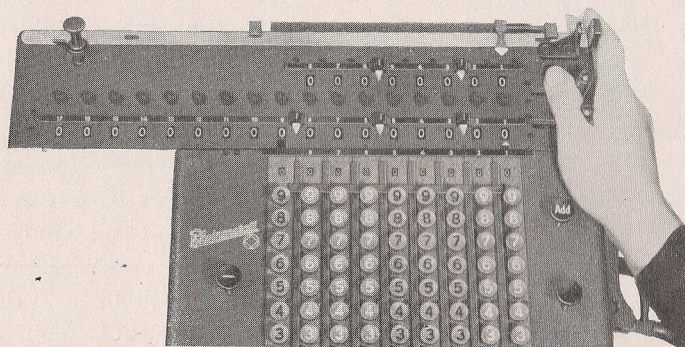

Abbildung 2
Löschriff (Bild 2) gleich das Verschieben der Zählwerke mittels des Griffes (17) in die Grund- oder Divisionsstellung erfolgen.
Maschine in Grundstellung bringen. (Siehe Abb. 2). Man überzeuge sich, ob alle Werke auf Null stehen. Wie bei einer Addition auf dem Papier ist auch hier genau zu beachten, daß Einer unter Einer, Zehner unter Zehner usw. eingetastet, also stets gleichnamige Werte addiert werden. Die Add.-Taste (5) wird niedergedrückt und eingetastet.